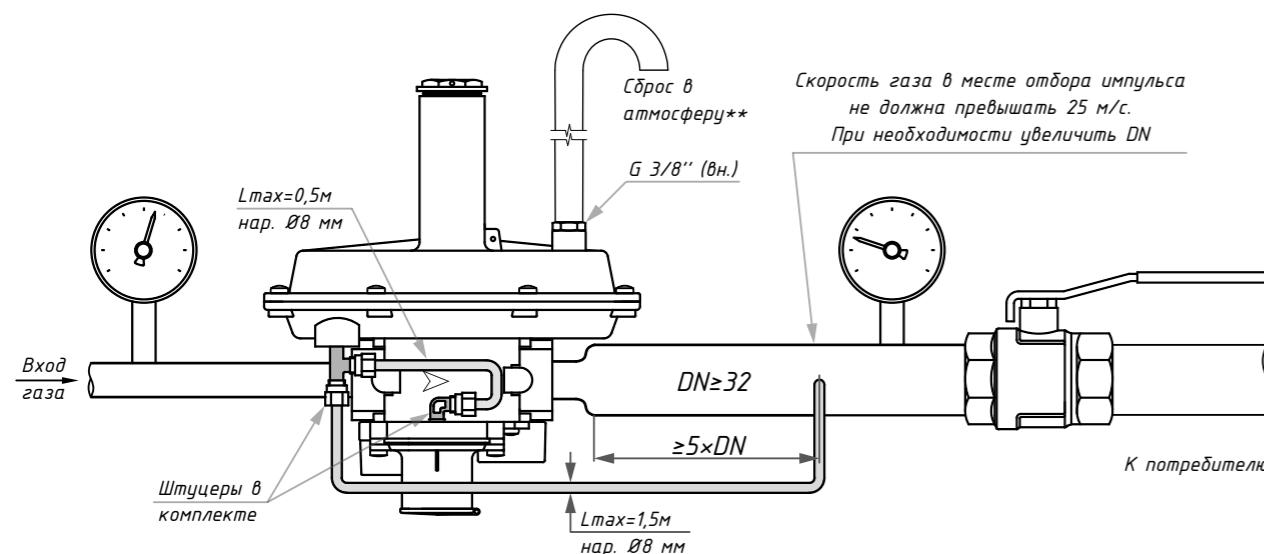

Рис. 7
- Не используйте шейку воронки (18) в качестве рычага для навинчивания регулятора на трубу. Пользуйтесь соответствующим инструментом;
- Стрелка, указанная на корпусе (5) прибора, должна соответствовать направлению газа;
- (13) для удобства выполнения настройки параметров работы регулятора;
- Версия «МИНИ» не имеет встроенного внутреннего импульса, поэтому необходимо подключить внешнюю импульсную линию в регулятор с разъемом G 1/4" (см. Схему монтажа рис. 7);
- Вывести трубу сброса от сбросного клапана (как показано в п. 7.4) в атмосферу согласно действующим нормам правилам, сняв пылезащитный колпачок (17);
В любом случае, необходимо принять все меры предосторожности и не допустить, чтобы регулятор являлся источником зон 0: например, периодическая ежегодная проверка работы регулятора, возможность изменения степени выброса источника или путем направления его наружу. Для этого достаточно снять пылезащитный колпачок с воронки ПЗК, подсоединить трубку к разъему G 1/8" и вывести наружу (см. Схему монтажа рис. 7).